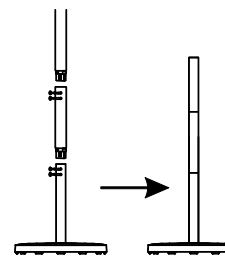

рис. 2
- Установите средний сегмент опорной стойки на нижний, затем верхний сегмент на средний. Закрепите их винтами (рис. 2).